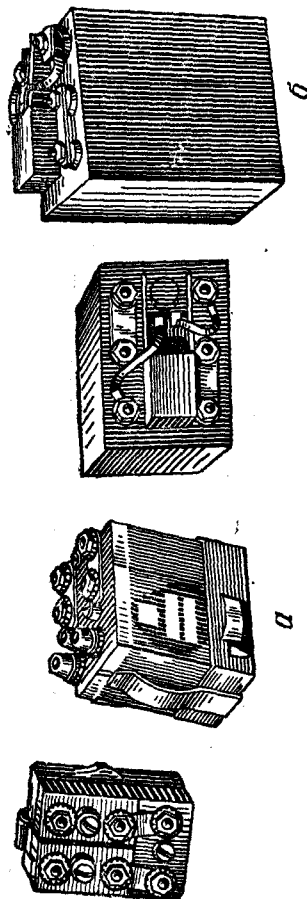

Рис. 16. Аккумуляторные батареи:
20. Аккумуляторная батарея (рис. 16) служит источником питания высоковольтного преобразователя, лампы подсветки сетки прицела и механизма защиты прицела от засветки.